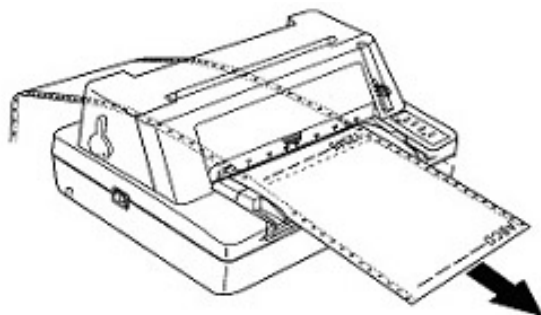

图 3-5 连续纸进纸方向
- 如图 3-5 插入纸张，纸张会自动进入打印位置。如果您将纸斜测定设置为“开”，若纸张有歪斜，打印机会自动检测到并退出纸张至托纸板。